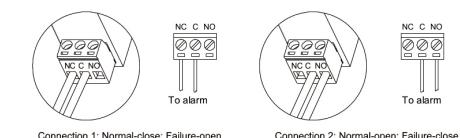

Рис. 4. Схема подключения тревожного выхода
• Разъем для подсоединения тревожного выхода расположен в нижней части УЗИП. Для подсоединения тревожного выхода отсоедините разъем, вставьте провода в соответствующие отверстия, затяните винты и верните разъем в исходное положение (Рис. 4).